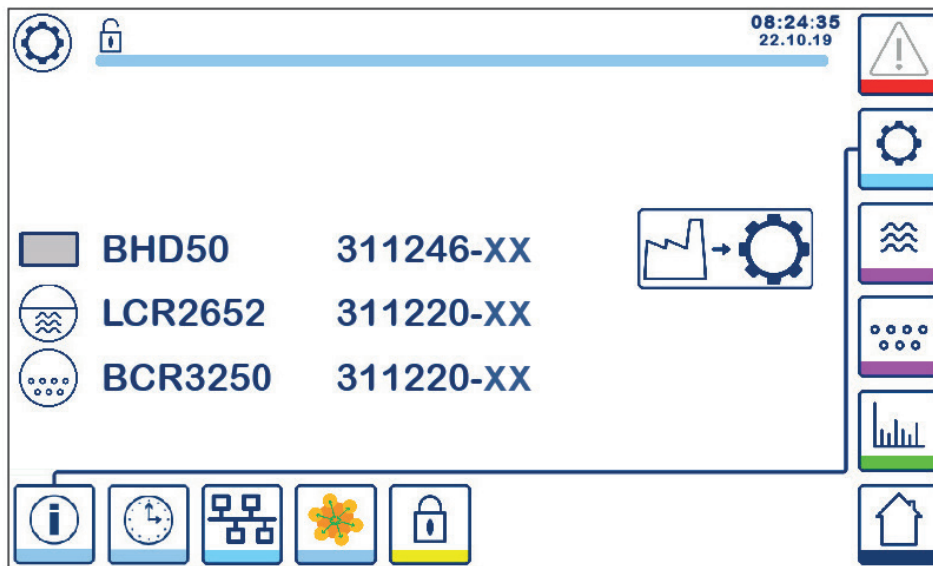

Fig. 42 - Fenêtre de configuration
La Figure 42 représente l'écran d'information de la fenêtre de configuration montrant le nom des appareils dans le système avec le numéro de logiciel et la version de logiciel (XX) correspondants.